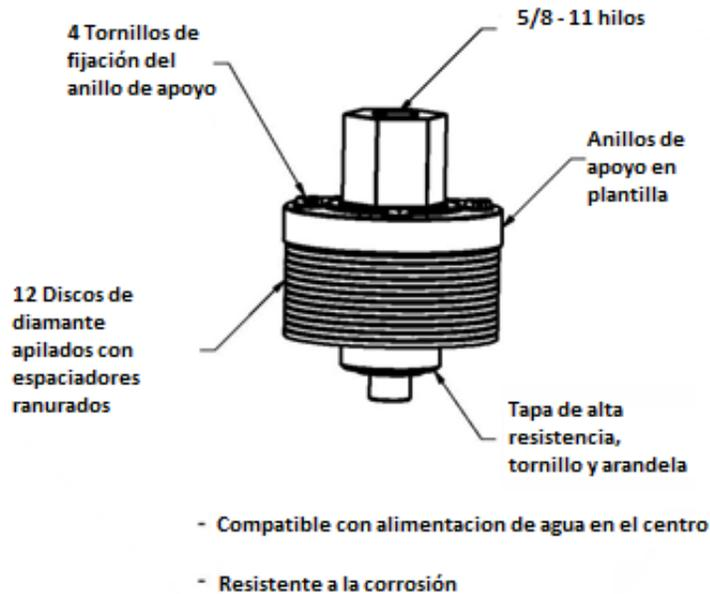

FIGURA 1 - CORTADOR-Rapid Z™ con Anillo de apoyo (montado)
6. A medida que los discos se desgasten, crearán una forma de "núcleo de manzana" )( . Para una vida útil máxima de la cortadora, los discos deben reorganizarse a menudo. Reubique los discos más grandes (normalmente los discos exteriores) en un lugar donde obtendrán más desgaste (normalmente hacia el centro de la pila). Esto se puede lograr de la siguiente manera (véase la figura 1 y 2):
aproximadamente 1/8", puede quitar el anillo exterior grande y utilizar el anillo interno más pequeño contra la plantilla. Esto se puede lograr de la siguiente manera (véase la figura 1 y 2):